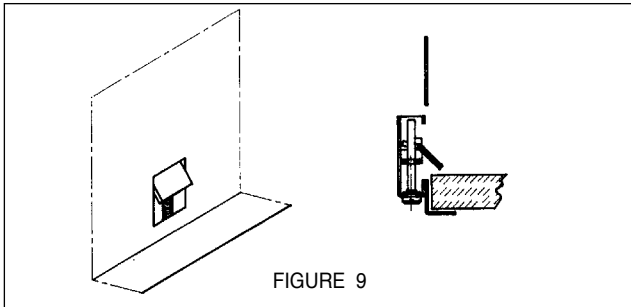

FIGURE 9
5. Le modèle Cristal s'installe à l'armoire à l'aide d'un système de fixation unique. Des bras à bascule illustrés à la FIGURE 9 sont situés de chaque côté de la hotte et supportent la hotte une fois en place. Les bras requièrent une épaisseur maximale au bas de l'armoire pour une installation adéquate. Mesurer la distance du bord inférieur de l'armoire jusqu'au « plancher » de l'armoire. Si cette distance est inférieure à 5/8 po, alors les montants en bois (1 x 1 x 5 po) doivent être utilisés sous les bras à bascule, sur les deux côtés de la hotte. Les bras s'ajustent pour une épaisseur entre 5/8 po et 2 1/8 po pour le bas de l'armoire.